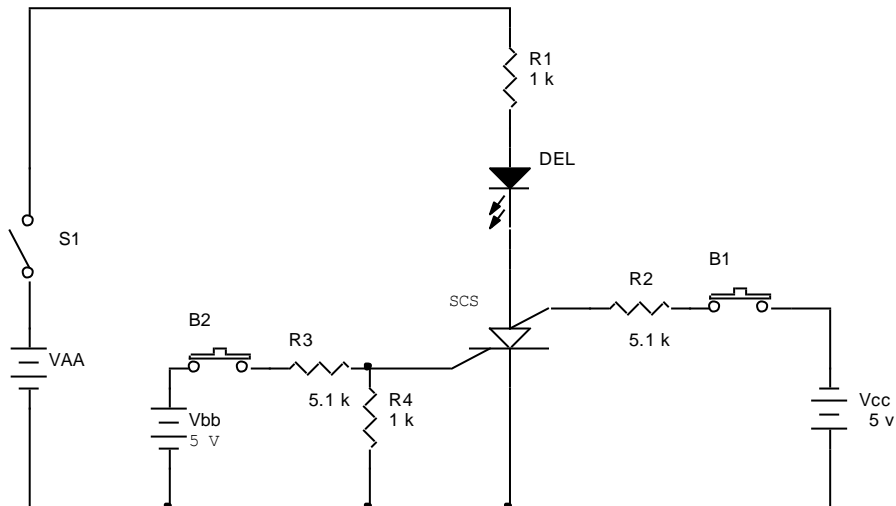

Figure 5-1 : Circuit de commande d'une DEL avec un SCS.
2. Montez le circuit qui apparaît à la figure 5-1 en vous assurant que les boutons-poussoirs B1 et B2 ainsi que l'interrupteur S1 sont ouverts.